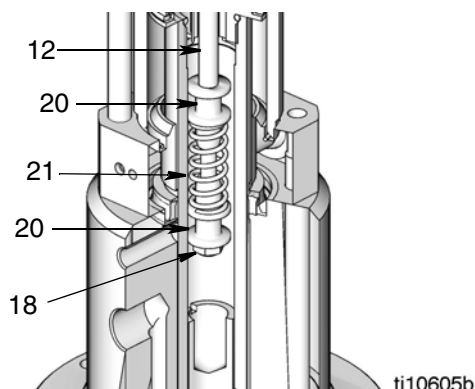

Рис. 22
13. Осмотрите пружину (21). Если она изношена или повреждена, снимите гайку (18), пружину (21) и фиксаторы (20) с блокировочного штока (12) (Рис. 22).